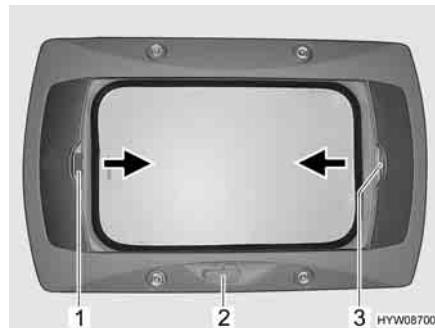

Fig. 45 Oblò a manovella
- Apertura:** ■ Ruotare la manovella (Fig. 45,2) fino a quando non si incontra resistenza.
- Chiusura:** ■ Tirare la tendina oscurante pieghevole per la maniglia (Fig. 45,3) nella direzione della freccia fino alla posizione desiderata e rilasciare. La tendina oscurante pieghevole rimane in questa posizione.
- Chiusura:** ■ Tirare la zanzariera a rullo per la maniglia (Fig. 45,1) nella direzione della freccia verso la maniglia contrapposta della tendina oscurante pieghevole (Fig. 45,3) e farla innestare.
- Apertura:** ■ Tirare la maniglia della zanzariera a rullo (Fig. 45,1) dietro, verso l'alto, e sganciare la zanzariera a rullo dalla tendina oscurante pieghevole (Fig. 45,3).